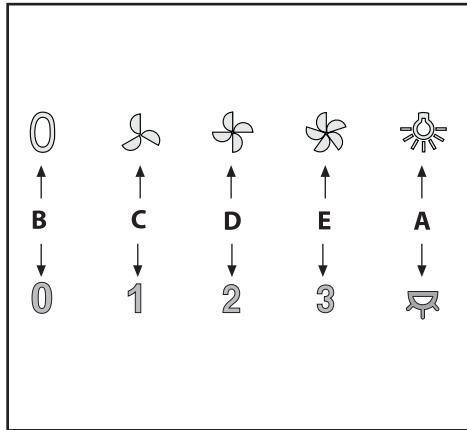

Fig.8
- **Comandi (Fig.8) meccanici:**